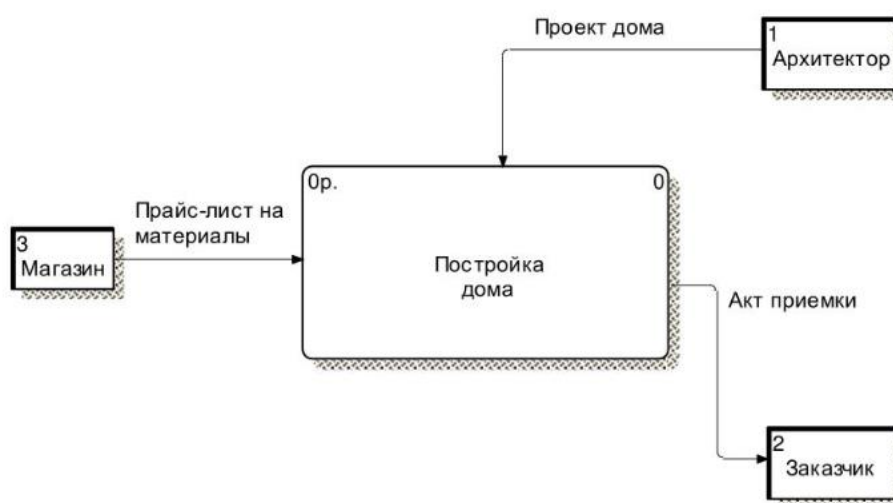

Рис. 4.5. Пример контекстной диаграммы
7. Контекстная диаграмма – является примером модели содержания проекта. Контекстные диаграммы визуально отображают объем продукта, показывая бизнес-систему (процесс, оборудование, компьютерную систему и т. д.), а также как люди и другие системы (действующие стороны) взаимодействуют с ними. Контекстная диаграмма показывает входы и выходы из бизнес-системы, а также связанных с ними субъектов. Пример контекстной диаграммы приведен на рис. 4.5 [27].